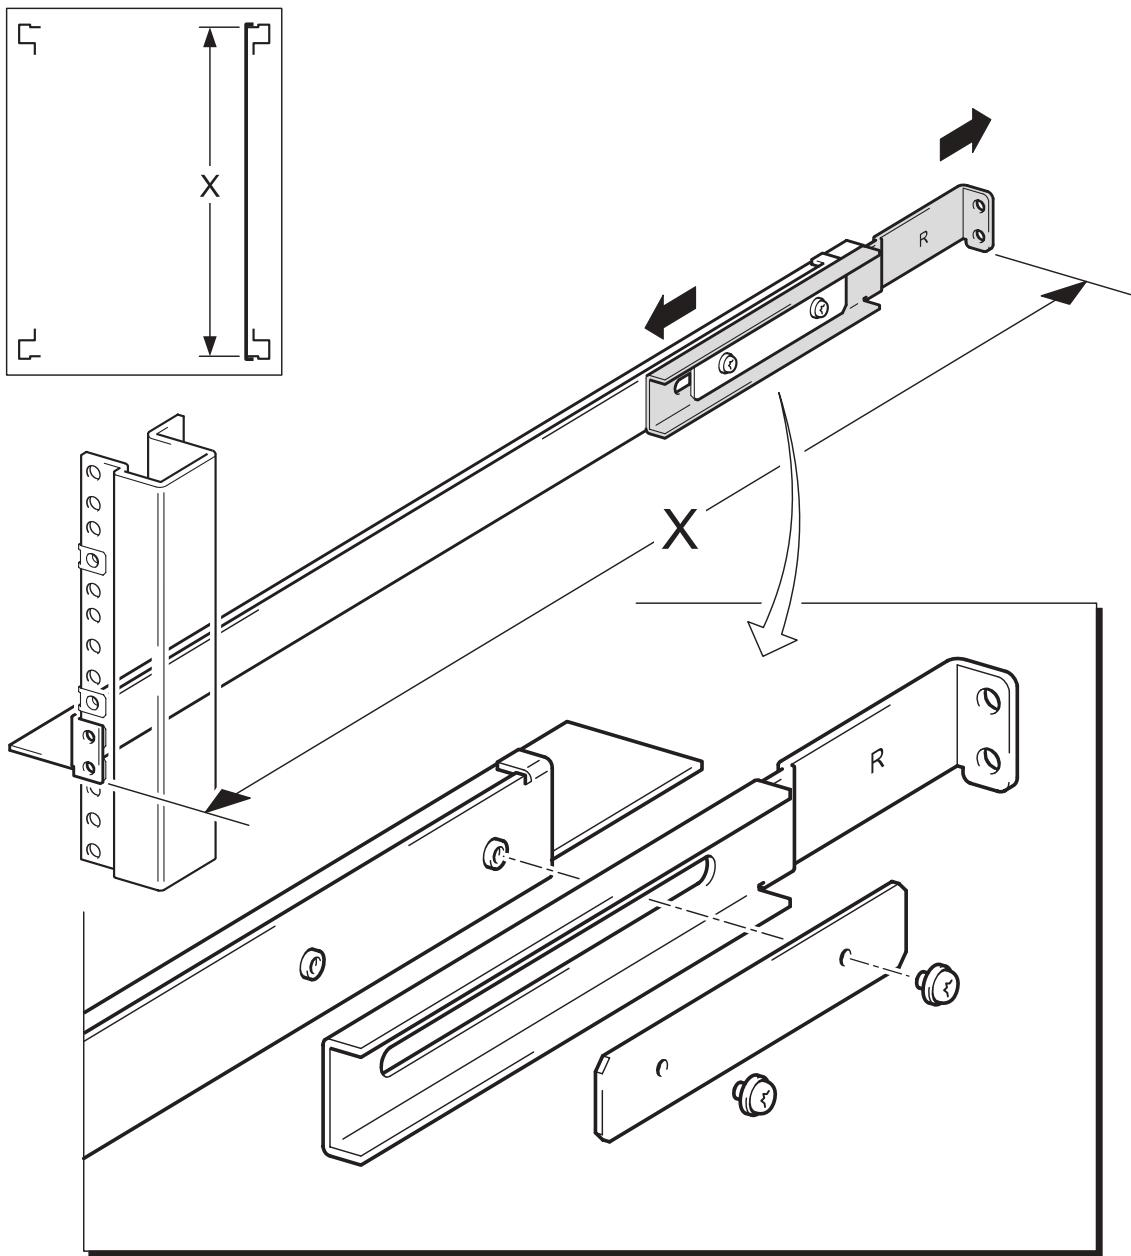

图 1：调整支持导轨的长度
- 2 按图 1 所示安装侧面支持导轨。根据上表将长度调节至划线 A 或划线 B 位置。用手拧紧两个紧固螺钉。
- 5 检查长度是否合适，使得导轨的前部法兰可套上前部机架柱，导轨的后部法兰可套上后部机架柱，请参见图 1。